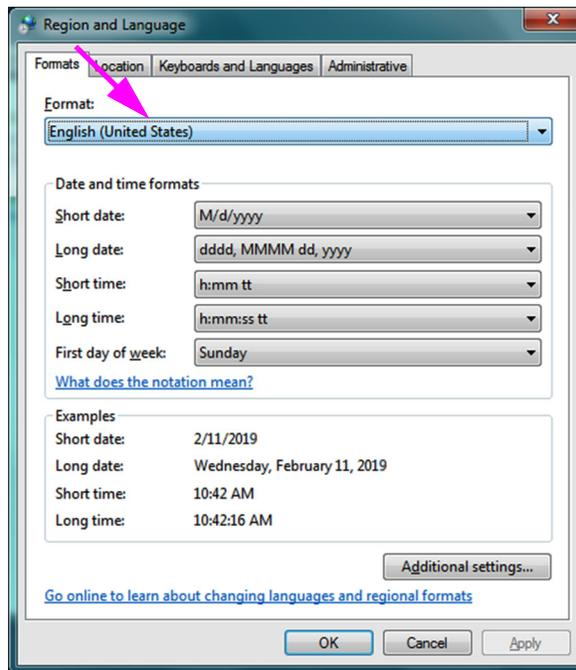

Figura C-15. Finestra a comparsa Region and Language (Paese e lingua), scheda Formats (Formati)
- Viene visualizzata la finestra Region and Language (Paese e lingua) (vedere la Figura C-15).